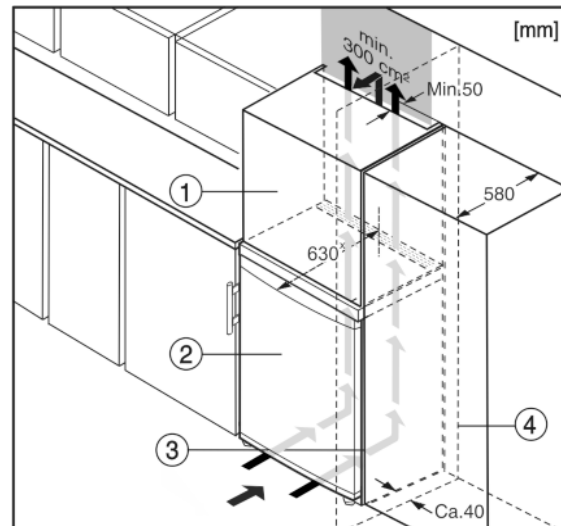

Fig. 5
Устройство может быть окружено кухонными шкафами. Чтобы уравнять устройство Fig. 5 (2) по высоте с кухонной стенкой, можно установить над устройством дополнительный шкафчик Fig. 5 (1).
При комбинировании с кухонными шкафами (глубина макс. 580 мм) устройство можно установить непосредственно рядом с кухонным шкафом Fig. 5 (3). Устройство выступает сбоку на 34 мм × и по центру на 50 мм × относительно передней стенки кухонного шкафа.
Если устройство установлено на шарнирах у стены Fig. 5 (4), то расстояние между устройством и стеной должно быть не менее 40 мм. Настолько выступает ручка при открытой дверце.